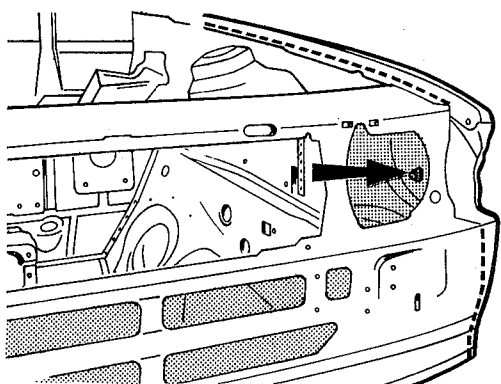

fig. 64
3. Remover o parafuso de fixação do pára-lama ao painel da saia (fig. 64)